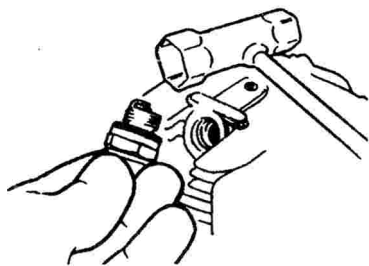

Imagen 30
1. Desconecte el cable de bujías, y utilice la llave de bujías para sacar la bujía (siguiendo la dirección contraria a las agujas del reloj). Ver Imagen 30.